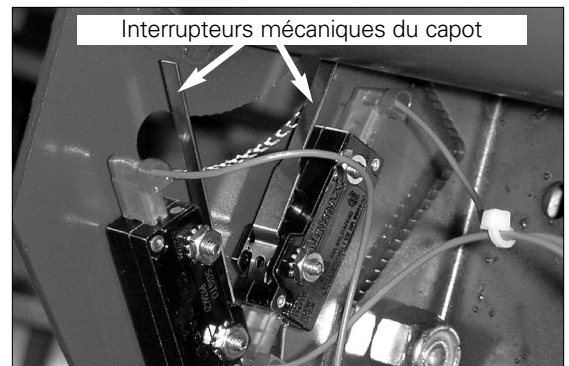
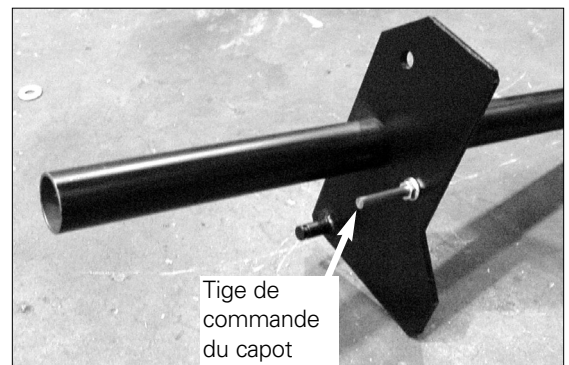

Figure 4 – Interrupteurs mécaniques du capot à l'intérieur du support du capot
Figure 5 – Tige de commande sur l'assemblage de la barre du capot
9. Trouvez la fente sur le support de fixation du capot repérée par la mention « Insérer la goupille ici ». La fente est recouverte de mousse de polystyrène pour séparer et protéger les interrupteurs mécaniques (voir Figure 4) qui sont situés sur la face intérieure du support de fixation du capot. Lors du montage, faites très attention à ne pas endommager les interrupteurs avec la tige de commande (Figure 5).